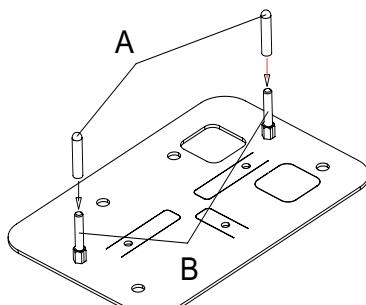

Fig. 4B
- 2) Inserire i tappi di gomma (rif. A) sulle viti M8x50 (rif. B) appena inserite nella piastra (Fig. 4B). Tali tappi sono indispensabili e servono ad evitare che il cemento faccia presa sulle viti impedendo di essere svitate in futuro.